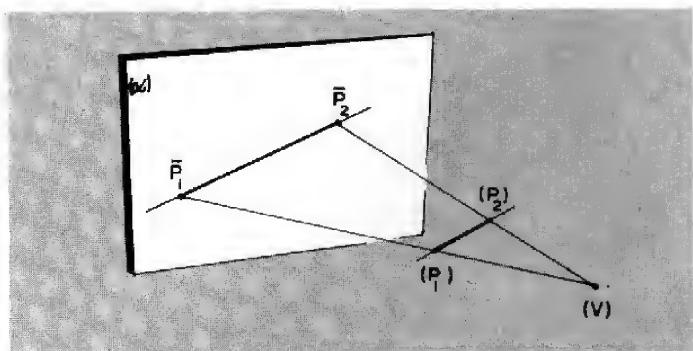

Fig. 1 — Perspectiva de uma reta
Como se sabe, a perspectiva cônica utiliza — além das noções de objeto, plano projetante e linha de visada — um ponto origem ou observador, de onde partem as linhas de visada e que se localiza à uma distância finita do objeto e do plano projetante. A projeção \bar{P} do ponto (P) no plano (α) é a interseção da reta definida pelo observador (V) e pelo ponto (P) (visada) com o plano projetante (α). A projeção de uma reta é obtida unindo-se as projeções de dois de seus pontos (Fig. 1) e, de uma maneira geral, a projeção de um objeto é determinada pelas projeções de todos os pontos.